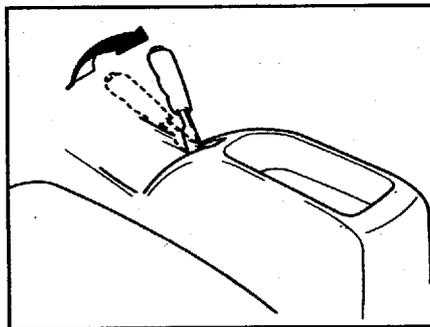

Рис. 81. Направление затягивания рычага стояночного тормоза
- Для затормаживания автомобиля стояночным тормозом нажмите педаль основного тормоза и одновременно переместите рычаг стояночного тормоза вверх до отказа (рис. 81).